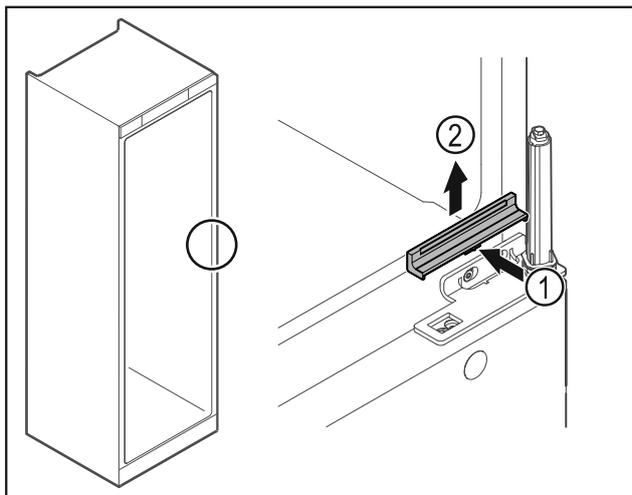

Fig. 32
- ▶ 轻轻压入中间的盖板 Fig. 32 (1) 并朝上取下 Fig. 32 (2)。